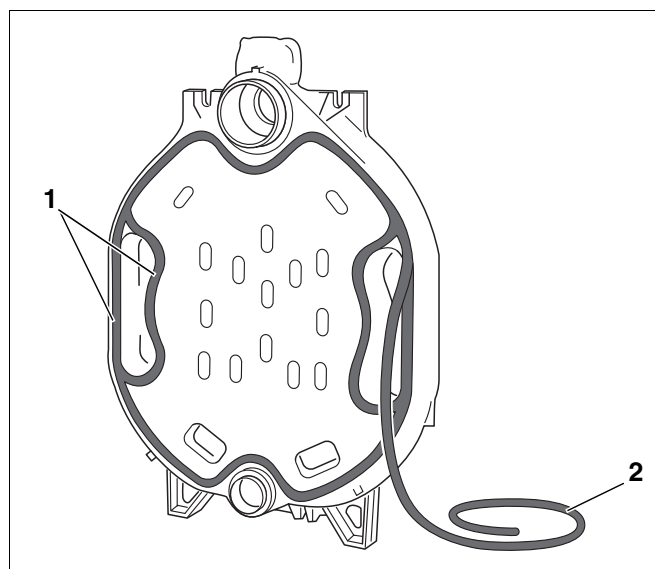

Fig. 11 Montarea șnurului de etanșare (șnur KM)
- Șnurul elastic de etanșare (șnur KM: fig. 11, **poz. 2**) se introduce prin apăsare ușoară în canelurile aferente de pe fața elementului posterior, începând din dreptul alezajului superior (fig. 11, **poz. 1**). La îmbinări, șnurul se petrece 2 cm și se presează bine.